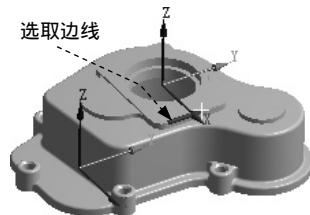

图 2.7.5 定义主轴
(1) 定义轴名称。在 **Principal Axis** 区域的 **Axis** 下拉列表中选择 **X** 选项。
(2) 定义方式。在 **Define By** 下拉列表中选择 **Geometry Selection** 选项。
(3) 选取原点参考。单击以激活 **Geometry** 后的文本框，选取图 2.7.5 所示的模型边线为对象，
调整箭头方向，如图 2.7.5 所示，并单击 **Apply** 按钮确认。